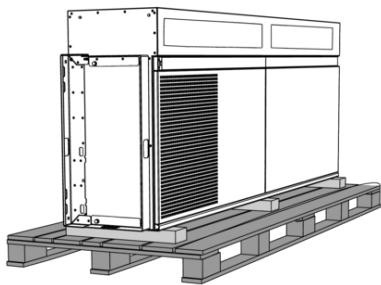
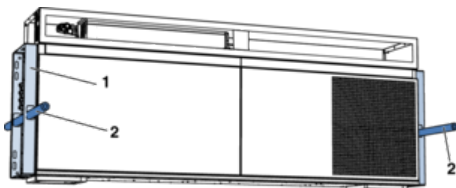

Abb. 4: Anlieferungszustand SCHOOLAIR-D-HV-2220
Abb. 5: Transport mit Tragehilfen
1. ▶ Vor der Montage das Gerät (Abb. 4) an den Montageort transportieren, hierzu kann das Gerät an den Transporthilfen (Abb. 5/1) transportiert werden. Beispielsweise mit Rundschlingen für den Staplertransport. Alternativ können Rohre (Abb. 5/2) (bauseits) in die Transporthilfen eingeschoben werden, mit denen das Gerät angehoben werden kann. Gerät nur auf der Seite absetzen, wie es zuvor auf der Palette gestanden hat. Nicht auf die Dichtung setzen, ggf. Hölzer unterlegen.